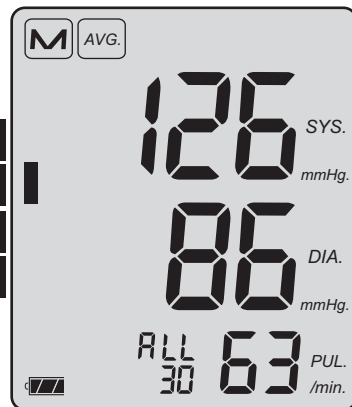

Bild 8
- ➡ Rufen Sie nach jeweils 30 eingetragenen Blutdruckmessungen Ihren Mittelwert ab, indem Sie **im ausgeschalteten Zustand** kurz die M-Taste drücken. Der Mittelwert aller gespeicherten Werte wird angezeigt (ALL). Nach wiederholtem Drücken der M-Taste wird der Mittelwert aller Messungen zwischen 0:00 und 11:59 Uhr (AM) angezeigt, danach der Mittelwert aller Messungen zwischen 12:00 und 23:59 Uhr (PM). Die Anzahl der im Mittelwert enthaltenen Messungen erscheint bei ALL/AM/PM (siehe Bild 8).
Mit der Anzeige der Mittelwerte erscheint am linken Displayrand ein dunkles Rechteck (siehe Bild 8), entsprechend der Höhe des Blutdruckmittelwertes. Mit Hilfe der zugehörigen Bewertungsskala (siehe Bild 9) sehen Sie in welchem Bereich sich Ihr Blutdruck gemäß WHO befindet (siehe Seite 13).